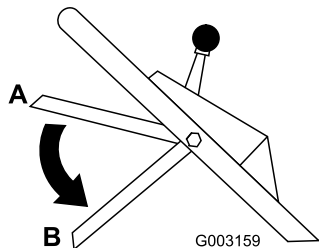

Figure 17
10. Relâchez la barre de commande (voir position B à la Figure 17). Vous devez entendre un bruit sourd et la lame doit s'arrêter dans les 3 secondes qui suivent.
- Sélectionnez la position la plus basse de la barre de commande (position B à la Figure 17).